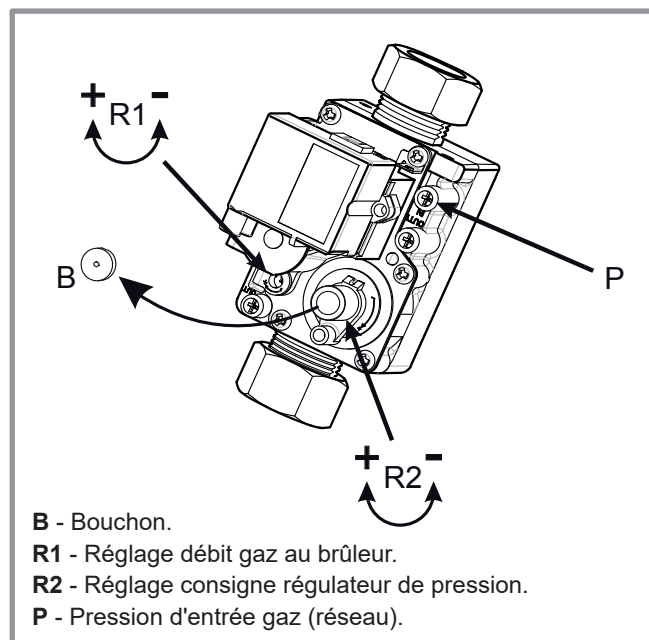

figure 53 - Vanne gaz VGU86 S
- Si nécessaire, ajuster le taux de CO₂ en réglant le débit gaz au brûleur (vis repère R1, figure 53).
- Si nécessaire, ajuster doucement la consigne du régulateur de pression (vis repère R2, figure 53).